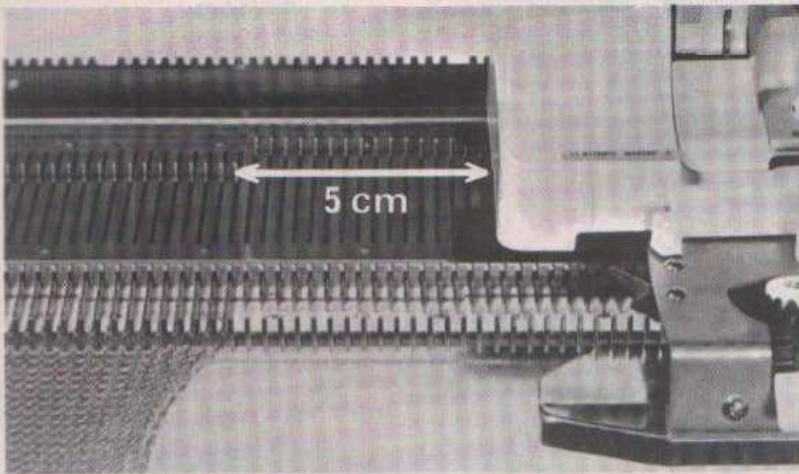

Fig. 42
- Faire en sorte que le chariot dépasse de 5 cm toutes les aiguilles en position "travail", avant de retourner pour le rang suivant (fig. 42).